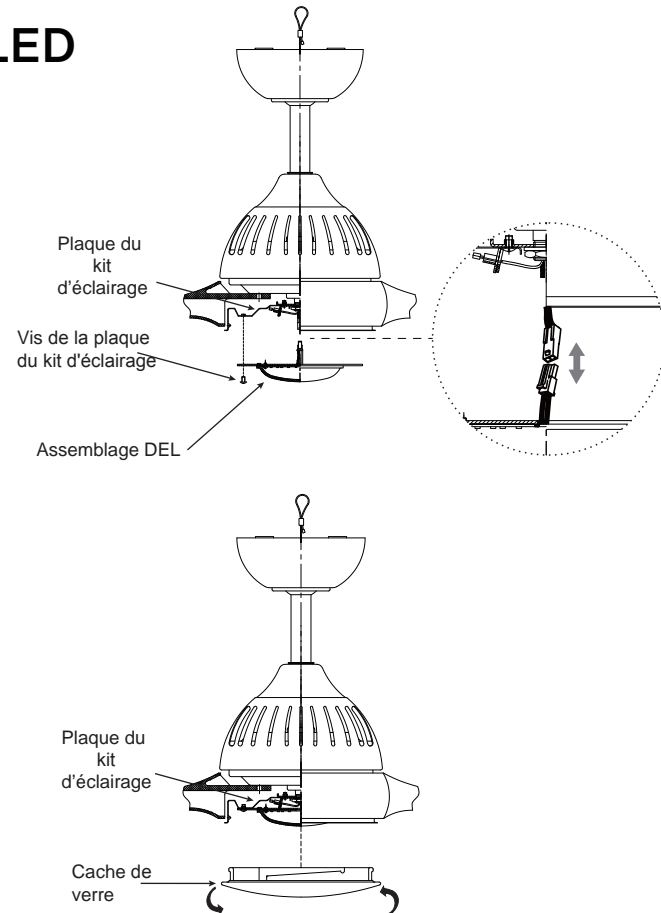

Fig. 17
Étape 1. Tout en maintenant l'ensemble LED sous le ventilateur, enclenchez fermement les fiches de connexion des fils (Fig.17).
Étape 2. Positionnez l'ensemble DEL sur la plaque du kit d'éclairage et assurez-vous que les trous des vis sont correctement alignés (Fig.17).
Étape 3. Fixez l'ensemble LED en remplaçant les trois vis de la plaque de kit d'éclairage retirées précédemment. Serrez solidement toutes les vis (Fig.17).
Étape 4. Fixez le cache en verre sur la plaque du kit d'éclairage en le tournant fermement (Fig. 17)